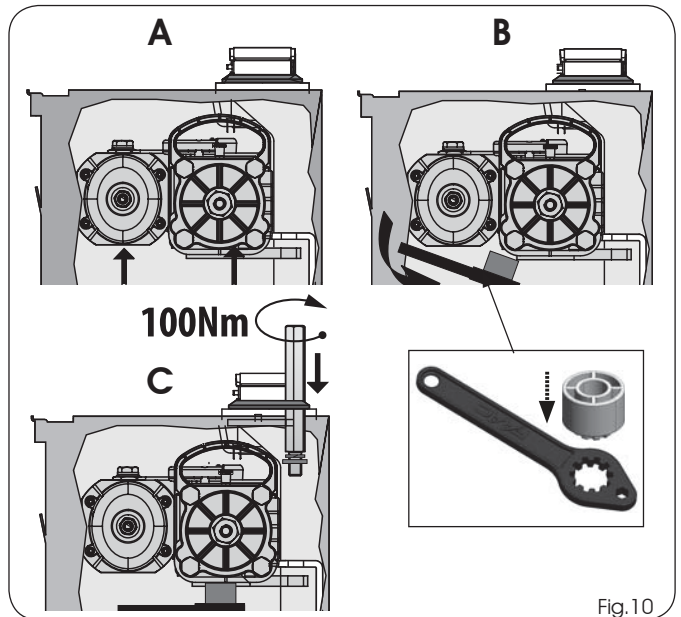
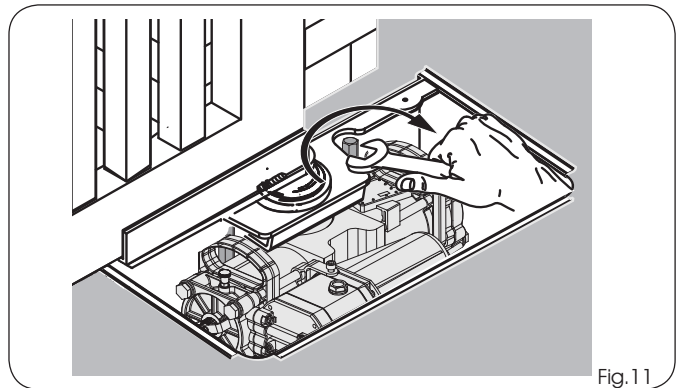

Fig.10
Fig.11
- 10) Soulever l'opérateur à l'aide des poignées prévues à cet effet (Fig.10 réf.A), en insérant le pignon dans la douille rainurée du caisson portant. Afin de faciliter l'opération, tourner légèrement l'opérateur jusqu'au couplage.
- 11) Placer la clé fournie en dotation sous l'opérateur, comme d'après la figure 10 réf.B, de manière à soutenir le moteur.
- 12) Introduire et visser les vis de fixation avec une rondelle Grower, comme d'après la figure 10 réf. C, afin de fixer l'opérateur au caisson portant comme d'après la figure 11.